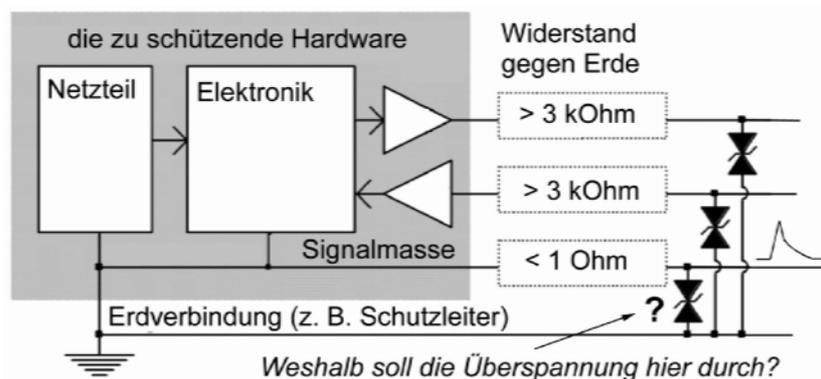

Abbildung 8.56 Weshalb Überspannungsableiter gegen Gleichtaktstörungen nicht viel ausrichten können (nach: Robust DataComm Inc.)
5. Überspannungsableiter helfen nicht immer (Abbildung 8.56):